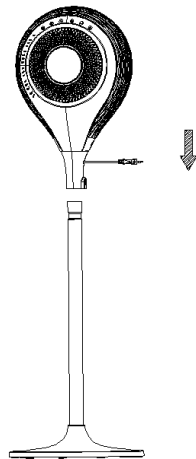

Рис. 2
3. Встановіть корпус вентилятора на стійку. (Рис. 2)